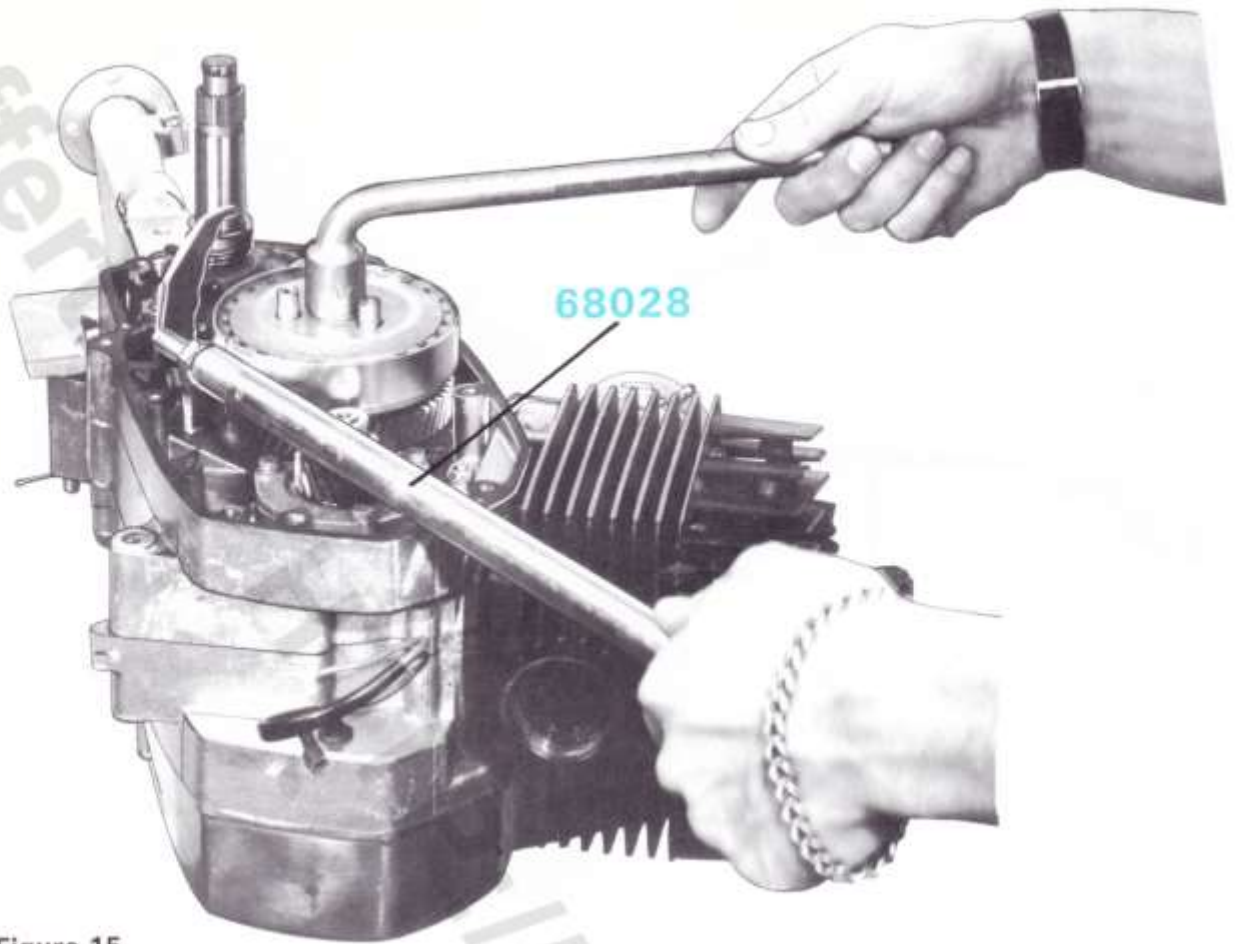

Figure 15
- Immobiliser la cage d'embrayage avec la sangle n° 68028. Avec une clé à pipe de 17, desserrer la vis de blocage (figure 15).